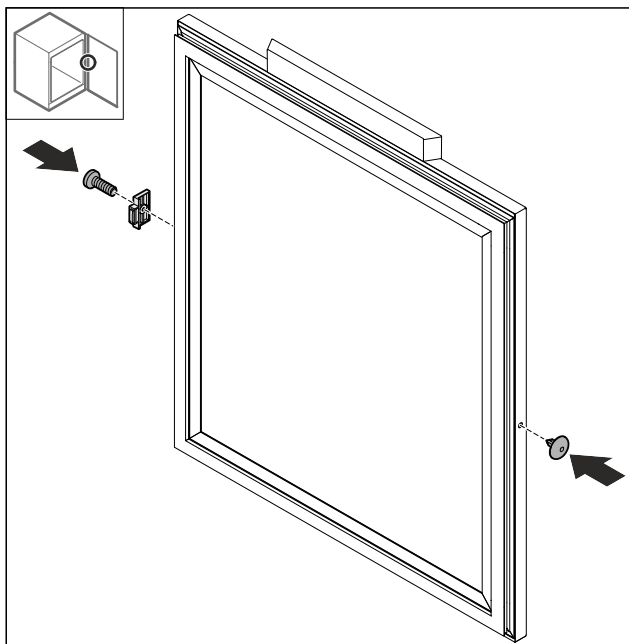

Fig. 70
- ▶ Montirajte zaustavljivač vrata Fig. 70 (1) okrenut za 180° na suprotnu stranu.
- ▶ Umetnite poklopac Fig. 70 (2) na suprotnu stranu.